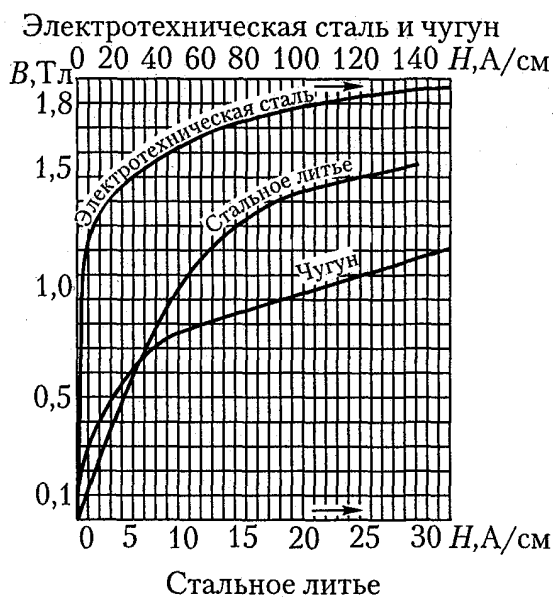

Рисунок 3.2 – Кривые намагничивания
4. По кривым намагничивания (рисунок 3.2) для каждого ферромагнитного участка определяют напряженность магнитного поля  $H$  или по таблице 3.1. Напряженность поля в воздушном зазоре или неферромагнитном участке